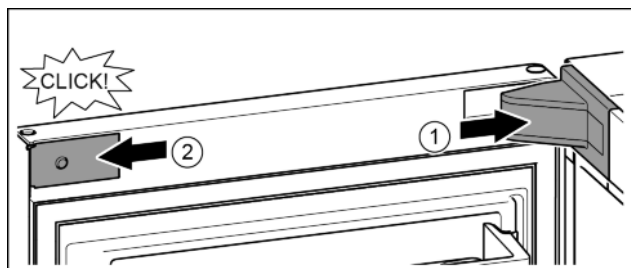

Fig. 18
- ▶ Поставете и фиксирайте капача на лагерната стойка, при нужда внимателно го натиснете настрани. Fig. 18 (1)
- ▶ Поставете странично капачката и я фиксирайте. Fig. 18 (2)